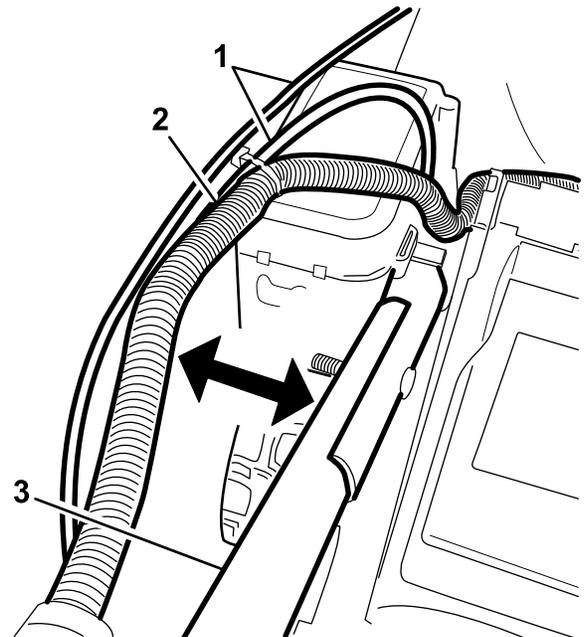

Figura 5
1. Pomo del manillar (2)
**Importante:** Asegúrese de que los cables quedan por fuera del manillar al desplegar el manillar (Figura 5).